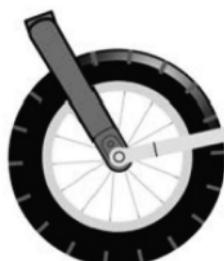

Figure 3
3. Utilisez une clé dynamométrique pour serrer les écrous et les entretoises de l'axe avec un couple de 22 NM. (Figure 3)